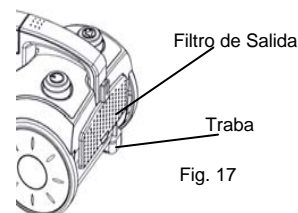

Fig. 17
1. Levante la traba de la tapa del filtro de salida y quítela. (Fig. 17)